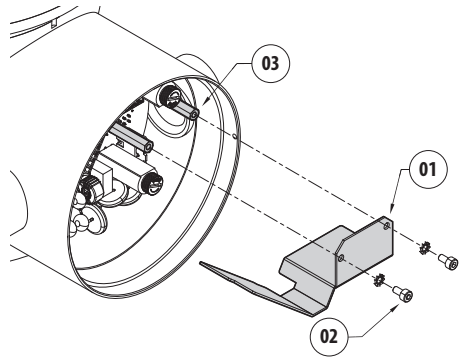
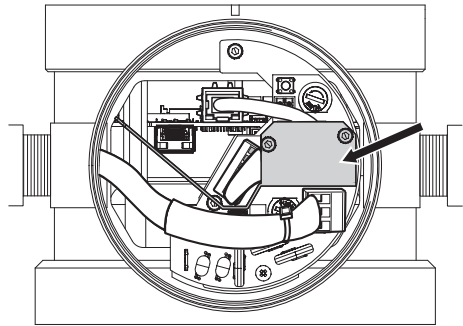

Abb. 17
Abb. 18
Die Barriere (01) mit den geeigneten Schrauben und Scheiben (02) an den vorgesehenen Abstandsstücken (03) befestigen (Abb. 17, Seite 27 und Abb. 18, Seite 27).